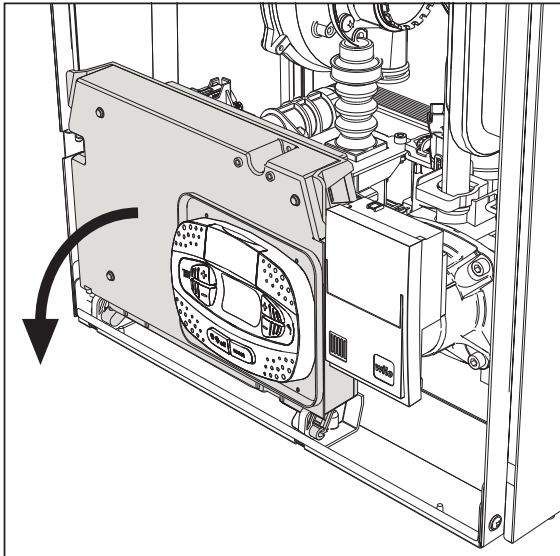
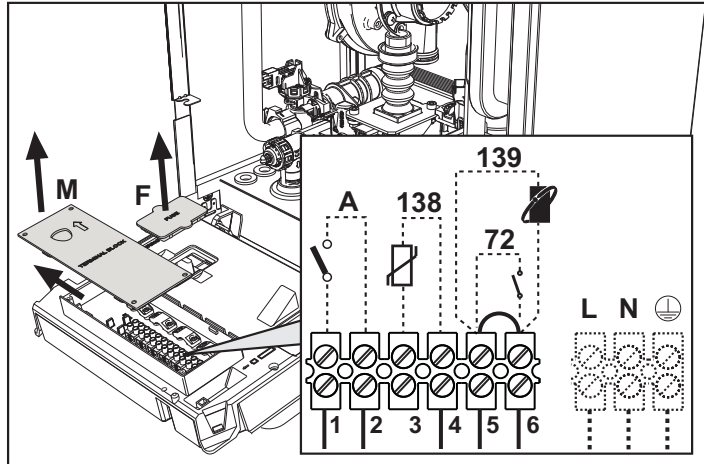

рис. 19
рис. 20
После снятия передней панели (*** 'Открытие передней панели' on page 32 ***) можно получить доступ к клеммной колодке (M) и предохранителю (F), действуя согласно нижеприведенным указаниям (рис. 19 и рис. 20). **Клеммы, указанные на рис. 20, должны иметь чистые контакты (не 230В).** Расположение зажимов и их назначение показаны также на электрической схеме на рис. 62.